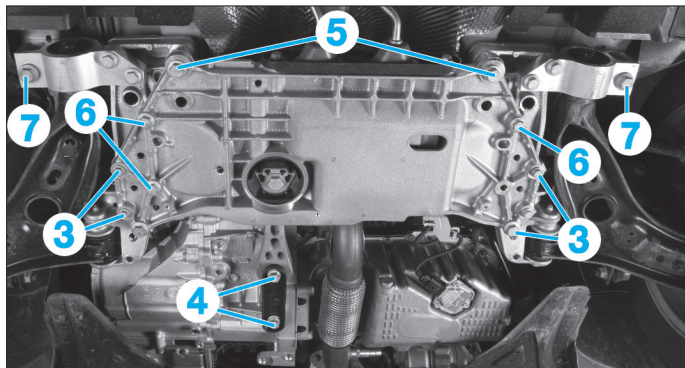

Fig. 14
- Dévisser les vis de fixation (3) de la barre stabilisatrice du berceau (Fig.14).
- Déposer les vis (4) du tirant antibascullement de la boîte de vitesses.
- les vis (4) du tirant antibascullement de la boîte de vitesses (Fig.14),
- les vis de fixation (6) du boîtier de direction,
- les vis de fixation (3) des paliers de la barre stabilisatrice,
- les vis de fixation (5) du berceau.